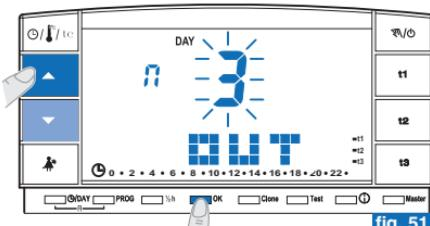

fig. 51
- Le mois en cours clignotant s'affiche sur l'écran. Avec les touches **▲** **▼** programmer le mois où vous souhaitez activer le programme Holiday (laisser l'habitation) ; confirmer en appuyant sur la touche **OK** (fig. 51).